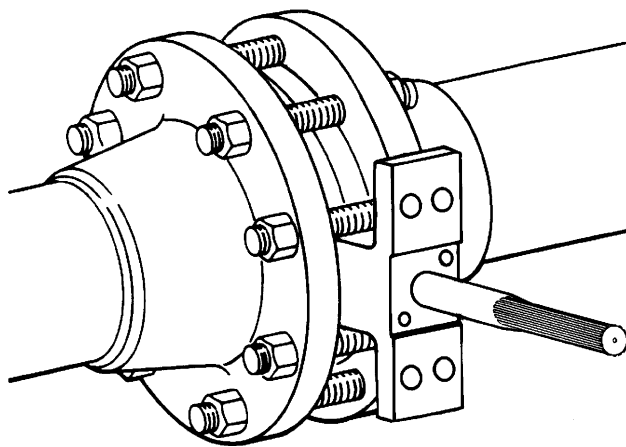

图5. 正确安装的对夹式阀门
阀门可安装在任何方向。然而，我们推荐阀门驱动轴应水平方向，而执行机构则是垂直方向，如图5所示。
1. 有关阀门推荐的安装方向见图5。